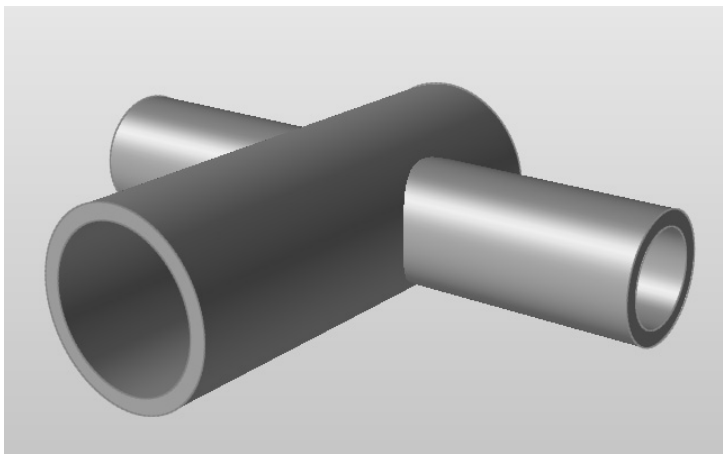

图 14-16
1) 打开安装目录中 Tutorials 文件夹中的 x-tubes.stmod 文件, 如图 14-16 所示。该模型是在 Inspire 中创建的简单 3D 结构, 但也可以从 CAD 中导入。